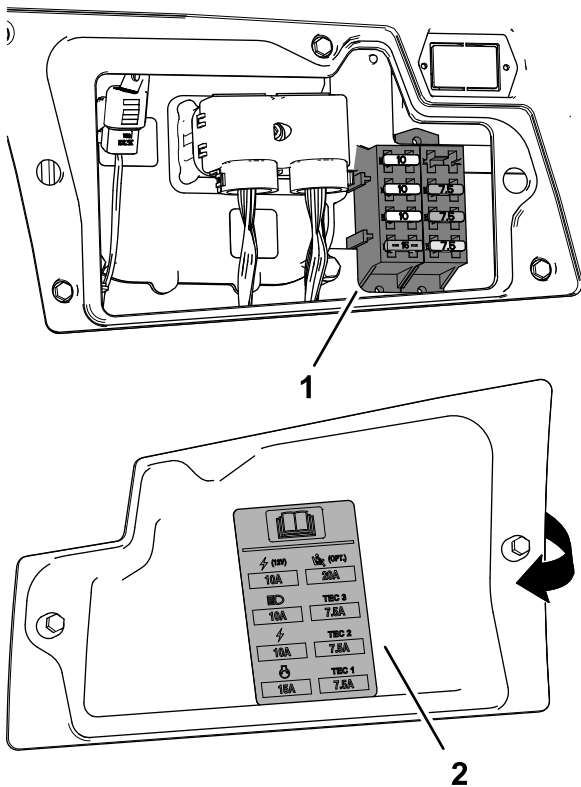

Figure 134
3. Remplacez le fusible défectueux (Figure 134) par un fusible de même type et de même intensité.